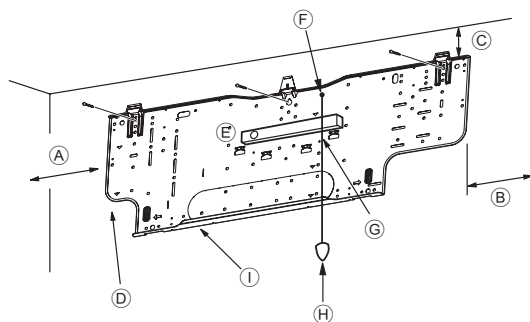
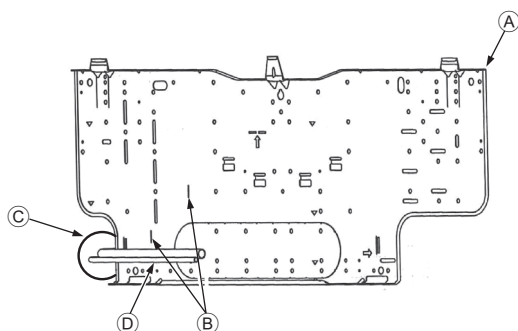

Fig. 3-4
Fig. 3-5
■ PKA-A-HA(L) (Fig. 3-4)
- (A) Min. 90 mm, 3-35/64 inch (617,6 mm, 24-5/16 inch minimum avec installation d'une pompe de vidange en option)
- (B) Min. 200 mm, 7-7/8 inch
- (C) Min. 72 mm, 2-53/64 inch (142,5 mm, 5-39/64 inch minimum avec tuyauterie gauche, arrière gauche ou gauche inférieure et installation d'une pompe de vidange en option)
- (D) Vis de fixation (4 × 35 mm, 1-3/8 inch) ②
- (E) Niveau
- (F) Serrer le filetage sur l'orifice.
- (G) Placer le niveau contre la ligne de référence horizontale de la planche d'installation et monter à niveau. Maintenir le filetage et aligner avec ▼ EPK de la planche d'installation pour mettre à niveau.
- (H) Poids
- (I) Planche d'installation ①
3.3. Lors de l'insertion des tuyaux dans le mur (Fig. 3-5)
- (A) Planche d'installation ①
- (B) Marquage de référence des raccords évasés
- (C) Orifice passant
- (D) Tuyauterie sur site